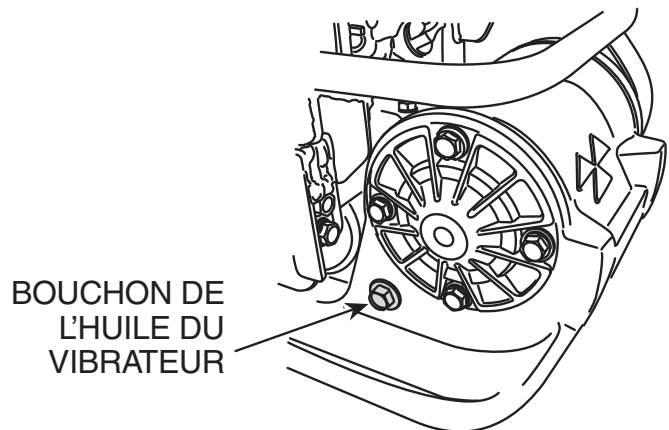

Figure 9. Bouchon de l'huile du vibreur
2. Vérifier le niveau d'huile du vibreur en retirant le bouchon d'huile (jauge d'huile du vibreur) comme indiqué dans Figure 9. Le niveau d'huile devrait arriver au niveau du bouchon d'huile. **IMPORTANT**, si l'ajout d'huile est nécessaire, la remplacer en utilisant uniquement de l'huile moteur SAE10W-30.